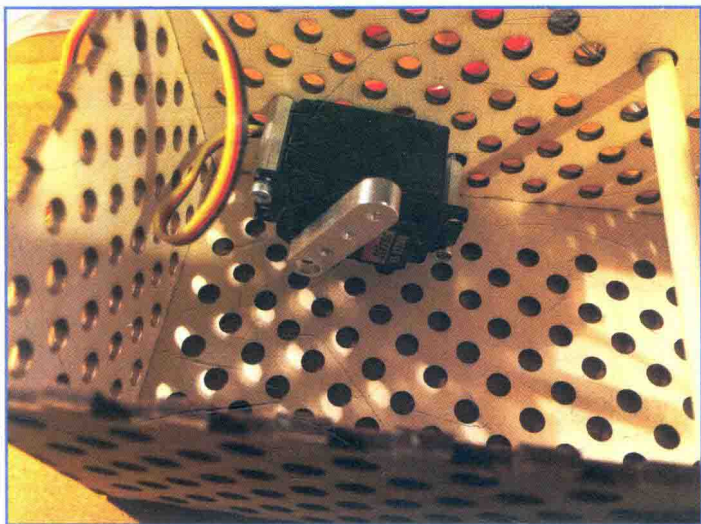

图 7.10 安装伺服机构和伺服臂
5. 在马达支架干燥时，用 6 号压铆螺丝柱及五金件安装伺服机构。与此同时，用伺服机构自带的固定螺丝安装伺服臂。图 7.10 展示了外观。